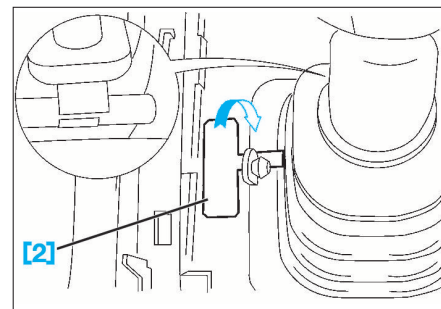

FIG. 19
- Enfoncer l'outil [2] à fond et le tourner de 1/4 tour suivant la flèche (Fig.19).